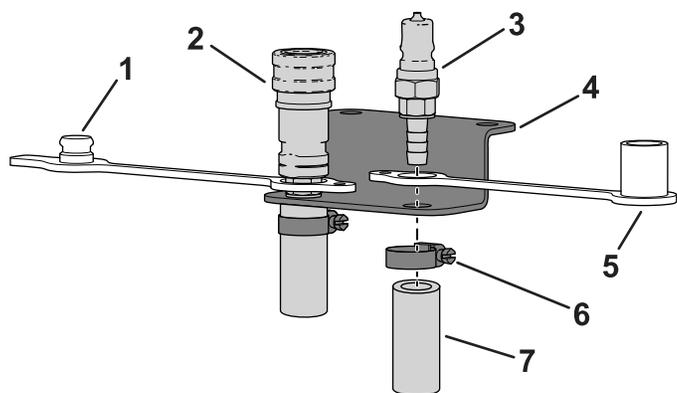

Figura 15
3. Posizionate il tappo antipolvere attorno all'estremità dentellata sul gruppo dell'accoppiatore femmina e inseritelo nel foro sinistro sulla staffa del flessibile (Figura 15).
4. Posizionate il coperchietto antipolvere attorno all'estremità dentellata sul gruppo dell'accoppiatore maschio e inseritelo nel foro destro sulla staffa del flessibile (Figura 15).
5. Fate scorrere una fascetta stringitubo su ciascun flessibile (Figura 15).
6. Inserite il flessibile di mandata nell'estremità dentellata del gruppo dell'accoppiatore femmina e utilizzate la fascetta stringitubo per fissarlo al supporto del flessibile (Figura 15).
7. Inserite il flessibile di ritorno nell'estremità dentellata del gruppo dell'accoppiatore maschio e utilizzate la fascetta stringitubo per fissarlo al supporto del flessibile (Figura 15).